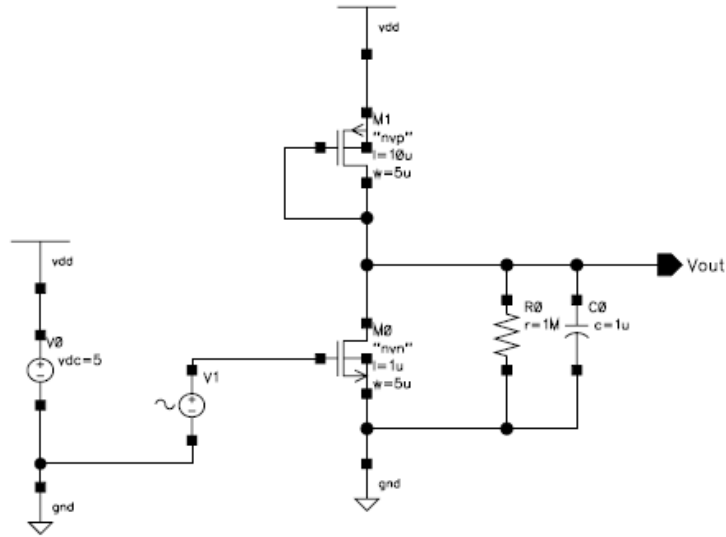

图 7.4 共源级放大电路实例
- 设计实例及结果输出方式设置。这里仍然是以一简单放大器作为分析例子，如图 7.4 所示。